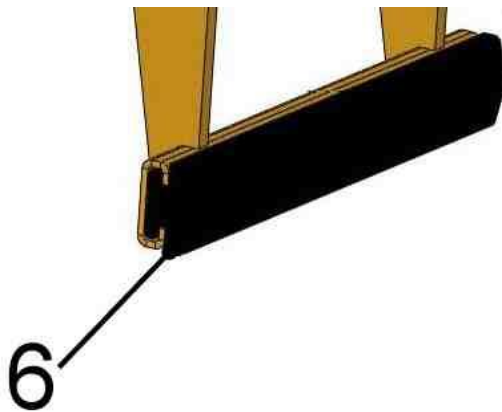
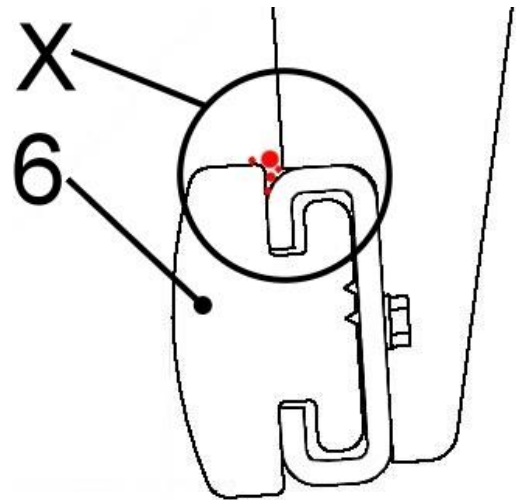

Fig. 1
Fig. 2
Contrôle régulier de l'absence de **salissures** (par exemple particules de pierre) dans la zone supérieure (voir le point zoomé « X » sur la fig. 2) des mâchoires de préhension en caoutchouc (6) → voir fig. 1 / fig. 2.